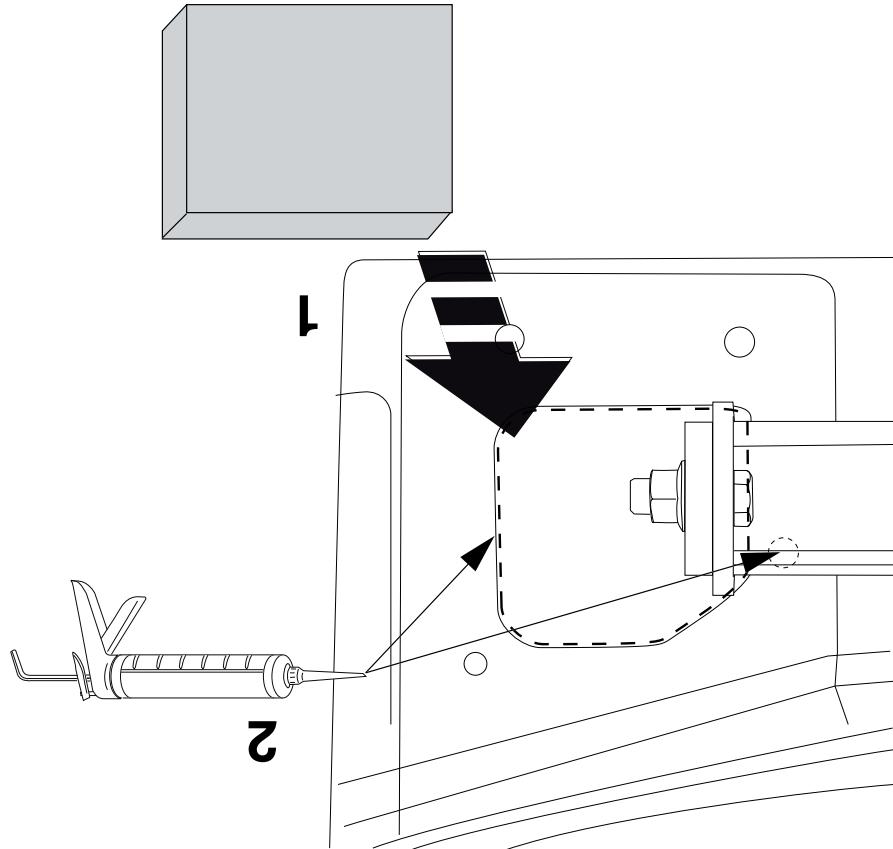

Fig. 3
7. Place the two PE foam blocks as sealing in the chassis members. Seal the portions indicated (see fig. 3).
7. Die zwei PE-Schaumblöcke als Dichtung in den Fahrgestellträger einsetzen. Die angegebenen Teile kitten (siehe Abb. 3).
7. Placerar de båda PE-skumblöcken som tätning i chassiблакара. Tillslut delarna enligt figurern (se fig. 3).